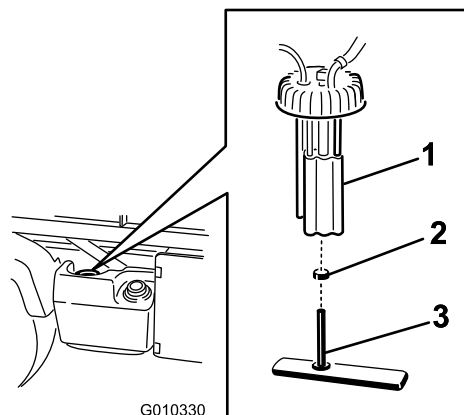

Figura 48
2. Desligue os conectores da cablagem da bomba de combustível (**Figura 48**).
3. Desaperte a braçadeira e desligue o tubo de combustível da tampa da bomba de combustível (**Figura 48**).
4. Remova a tampa da bomba de combustível da parte superior do depósito de combustível (**Figura 48**).
5. Retire o conjunto da bomba de combustível e o filtro de combustível do depósito (**Figura 48**).
7. Retire o tubo da união (**Figura 48**).